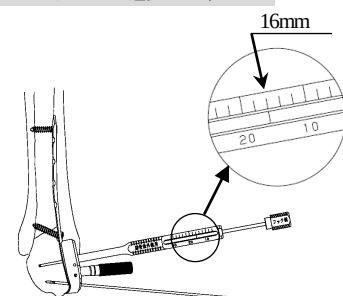

図 15
- 2) 2.5 ドリルスリーブ (T) 又は 2.5 ドリルガイドを取り外し、腓骨後外側用デプスゲージを使用して、イメージインテンシファイヤー (X 線透視) で確認しながらデプスゲージ先端が突き当たったところで計測し、計測値と同一長さのスクリューを選択します。 (図 15)